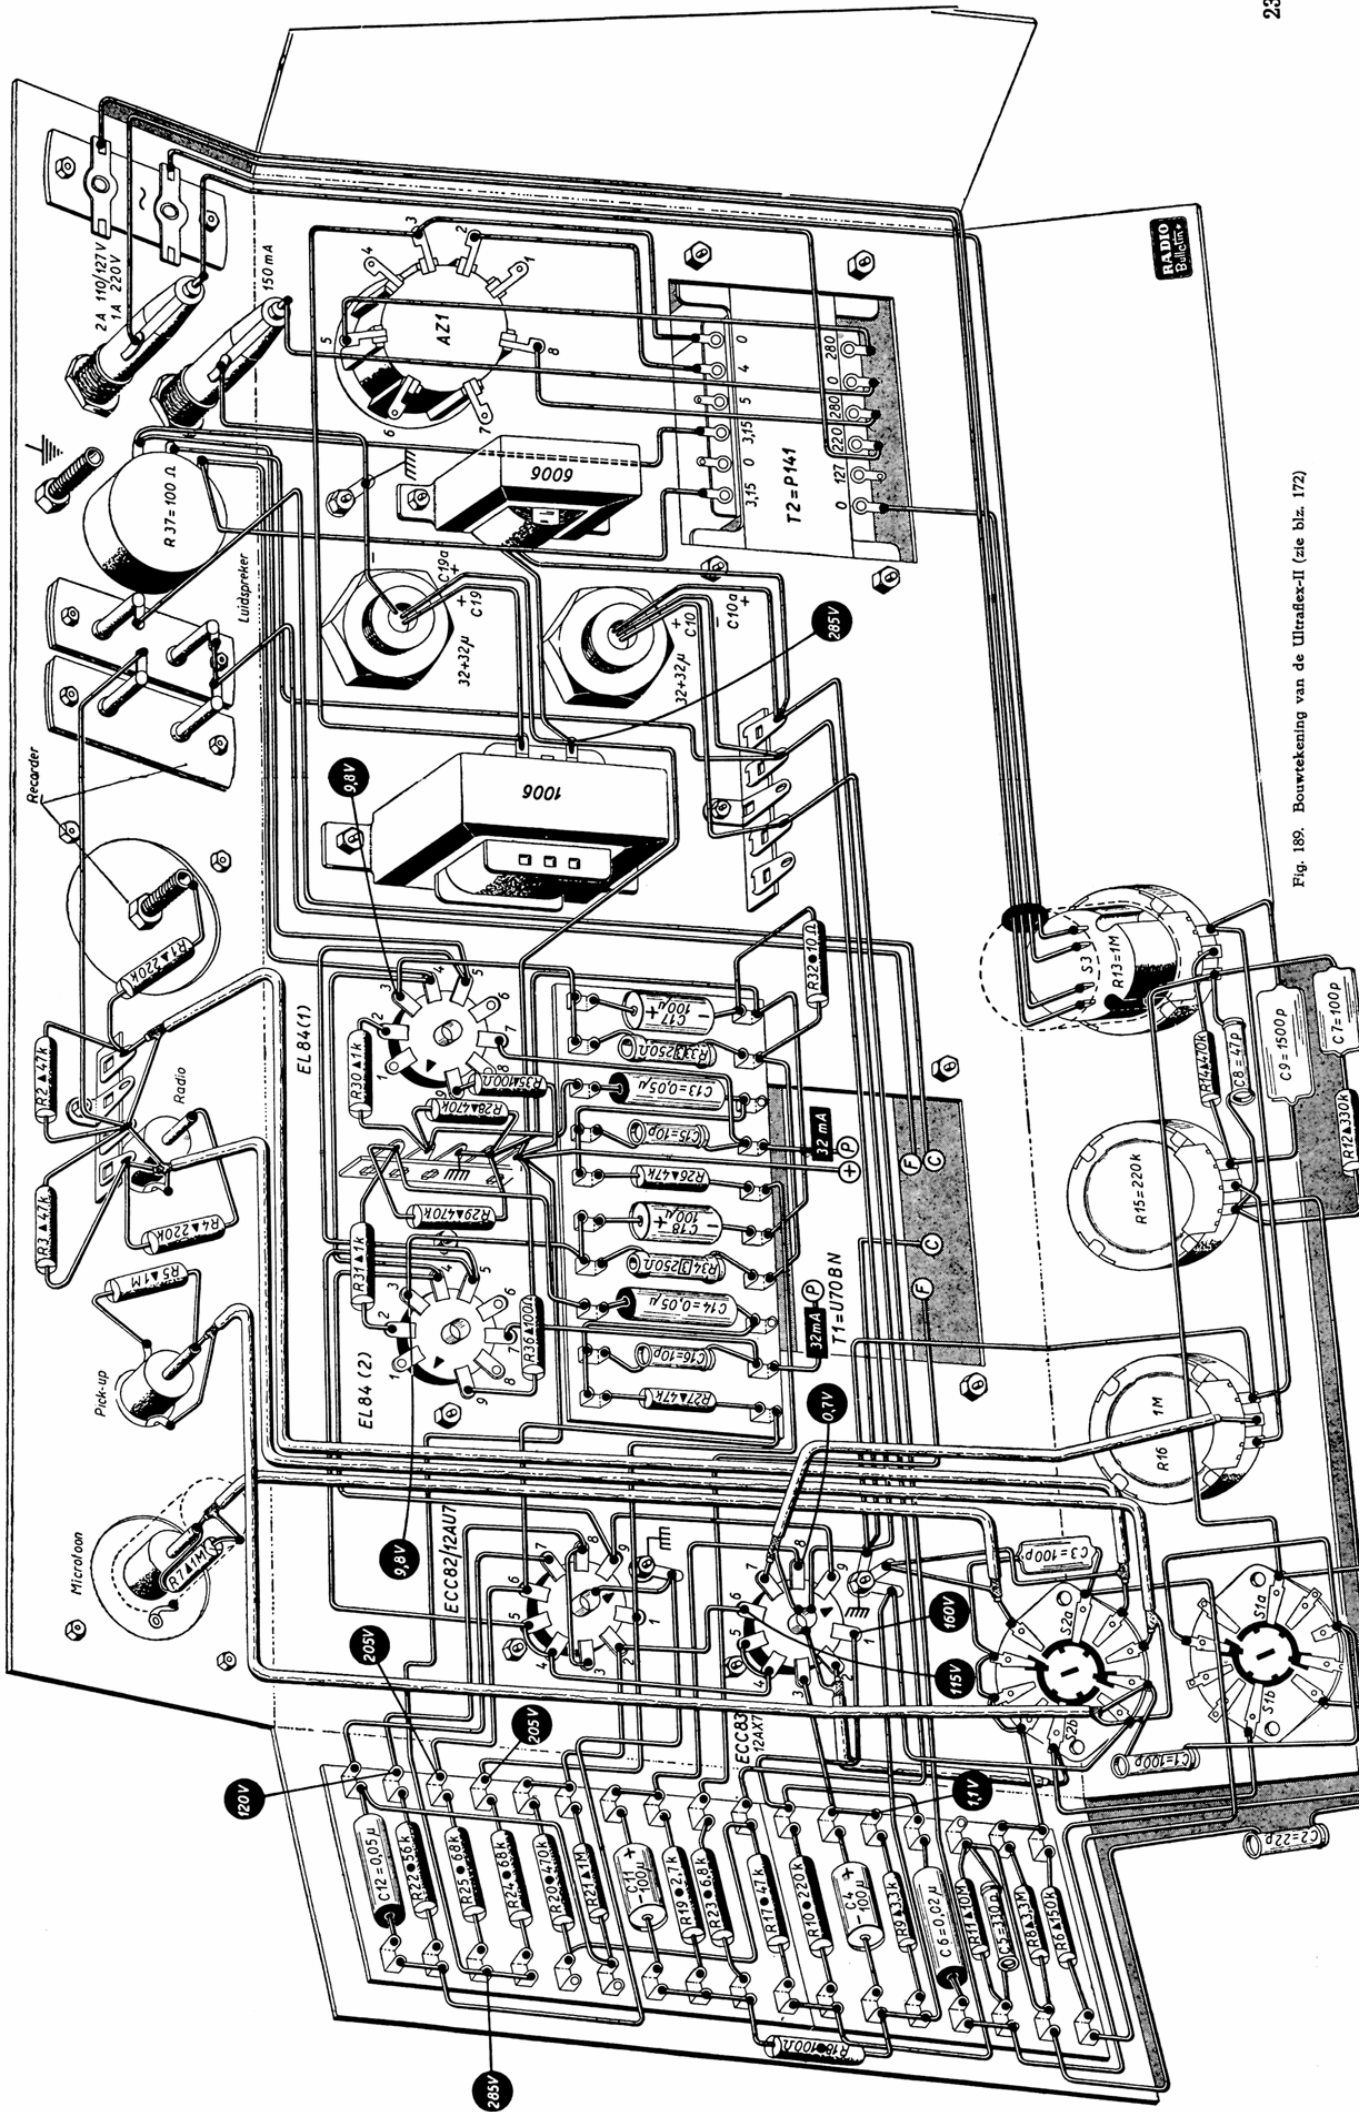

Fig. 189. Bouwtekening van de Ultraflex-II (zie blz. 172)
Voor opname via de Ultraflex-II wordt de pickup- (of radio-) ingang van de magnetofon aangesloten op de tweede luidsprekeruitgang. Er is een ontbrommer (R37) toegevoegd, welke wordt ingesteld bij vol opgedraaide sterkte- en basregelaars en met de schakelaar in de microfoonstand, echter zonder dat een microfoon is aangesloten. Indien men de montagekening fig. 189 nauwgezet aanhoudt en dus de microfooncontactbus tezamen met R7 afschermt, een afscherming aanbrengt om de netschakelaar en de afschermbus om de ECC83 alsmede de bodemplaat onder het chassis niet vergeet, dan is een uiterst gering bromniveau te bereiken, zeker beter dan -60 dB t.o.v. maximum uitgangsvermogen. In het schema is de AZ1 als gelijkrichter aangegeven maar men kan met voordeel de aanwezigheid van de 5 V wikkeling op de P141N uitbuiten en een modernere gelijkrichtbuis toepassen, b.v. 5Y3GT, 5V4G, 5Z4 (G) of GZ32, allen voorzien van octalvoet. Door hun kleine inwendige weerstand leveren deze buizen een hogere spanning dan de AZ1 en ter voorkoming van overbelasting van de versterkerbuizen moet in dit geval een 3 watt weerstand van 125 à 250 Ω tussen L2-C19 en de katode van de gelijkrichter worden aangebracht. Met eerstgenoemde weerstandwaarde krijgt men dan 320 V over C19, waarmee een maximaal uitgangsvermogen van 12 W bereikbaar is.
De bouwtekening (fig. 189) van de Ultraflex-II is achter in dit boek opgenomen.